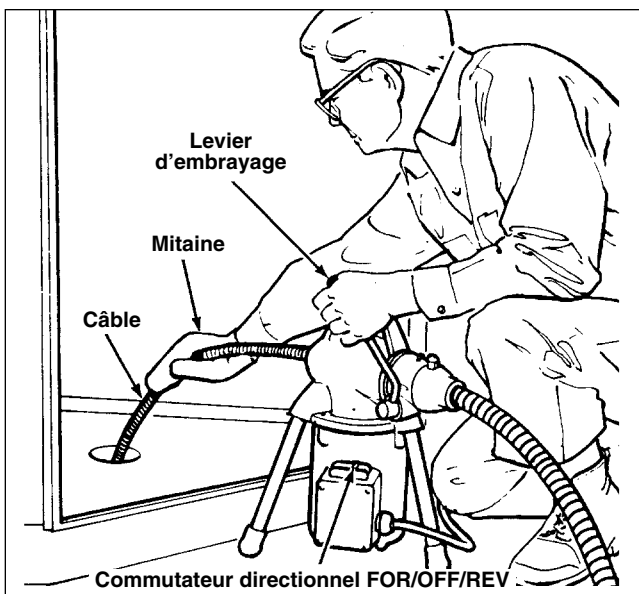

Figure 6 – Position de travail appropriée
1. Mettez-vous en position appropriée afin de maintenir votre équilibre (Figure 6).